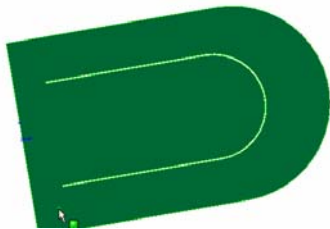

图 9-96 选择基准面
⑦ 选择绘图基准面。单击如图9-96所示钣金件的面，单击“标准视图”工具栏中的“正视图”图标，将该基准面作为绘制图形的基准面。